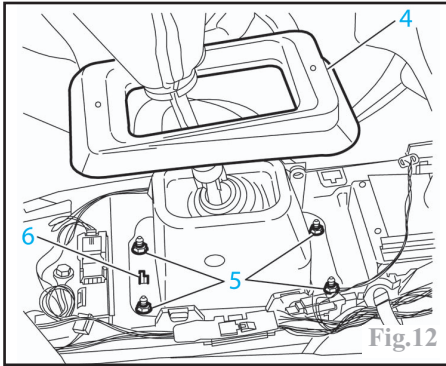

Fig.12
- l'entourage du boîtier de commande (4) (Fig.12).
- les vis de fixation (5) du boîtier de commande.
- l'agrafe (6).